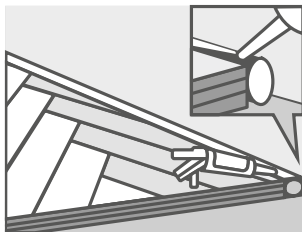

Рисунок 3
- 8.2 При укладке Art Vinyl Click в сантехнических помещениях во все расширительные зазоры у стен, трубопроводов, межкомнатных зазоров и других неподвижных элементов конструкций должен быть уложен шнур (жгут) из вспененного полиэтилена (пенополиэтилена) диаметром 3–6 мм и зазоры полностью заполнены/герметизированы сверху санитарным водостойким и нетвердеющим эластичным герметиком, подходящим для использования с ПВХ-содержащими продуктами (см. Рисунок 3). Герметик должен полностью покрывать поверхность шнура и не должен фиксировать/приклеивать Art Vinyl Click к основанию. Перед герметизацией зазоров необходимо извлечь все распорные клинья, и убедиться в отсутствии мусора в зазорах. После полного высыхания герметика все расширительные зазоры у стен должны быть закрыты декоративным плинтусом и/или накладными декоративными элементами.